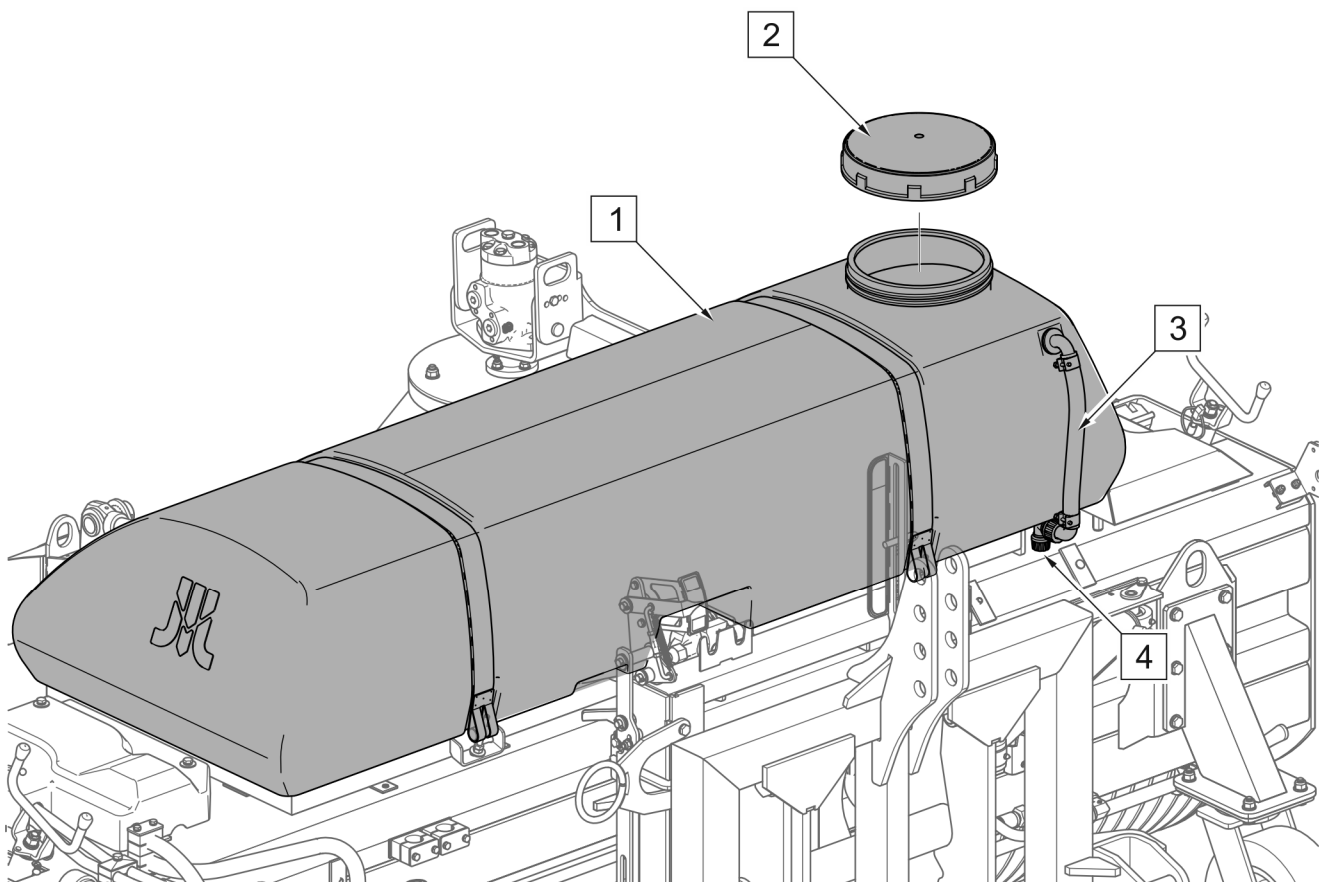
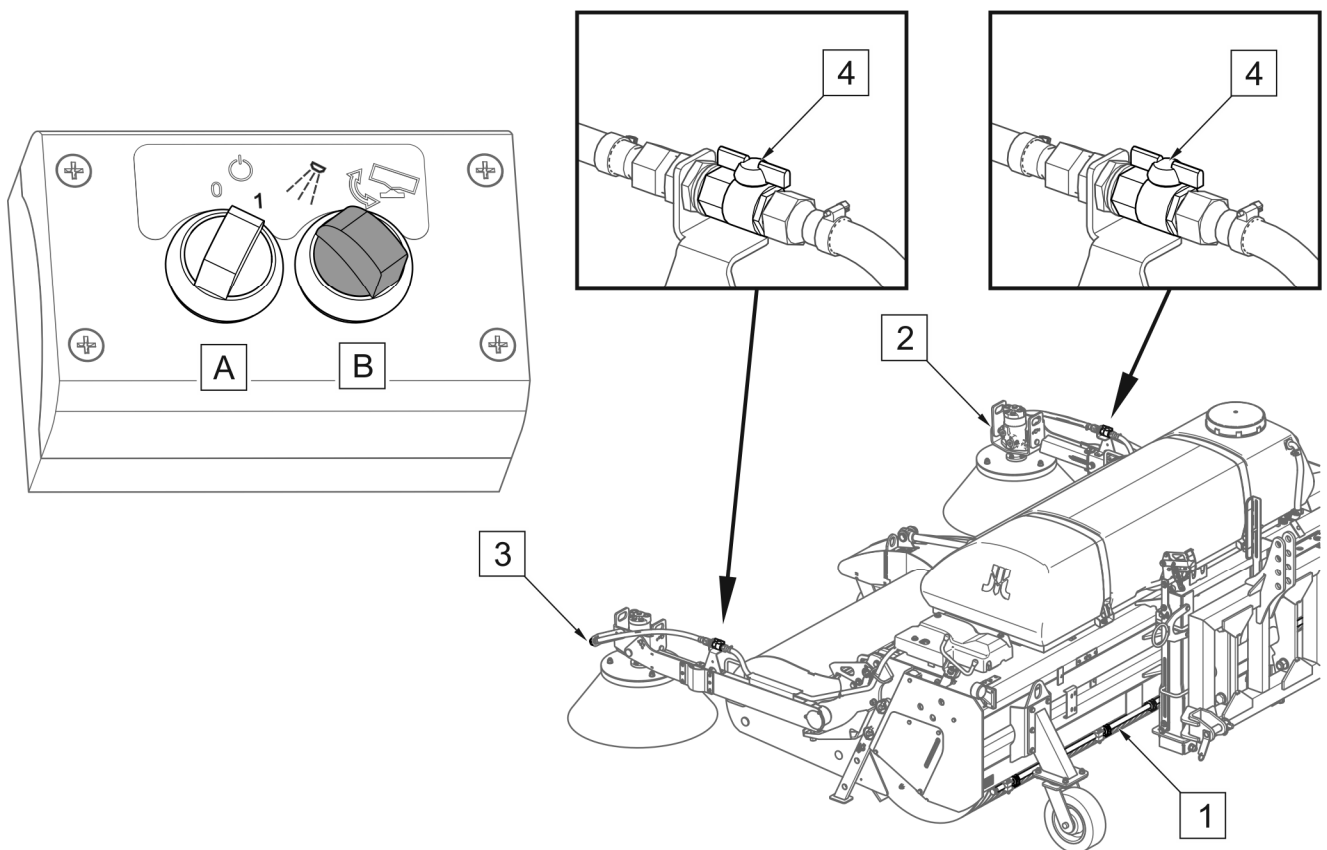

ABBILDUNG 4.11 Wasserbehälter der Sprühvorrichtung
ABBILDUNG 4.12 Steuern der Sprühhvorrichtung
Die Kehrmaschine mit Sprühvorrichtung verfügt über einen Wassertank mit einem Fassungsvermögen von 320 Litern (*oder 200 Litern je nach Ausführung*). Der Tank (1) wird durch eine Einfüllöffnung, die durch einen Stopfen (2) mit Entlüftung (ABBILDUNG 4.11) gesichert ist, mit Wasser gefüllt. Eine Anzeige (3) dient zur Überprüfung des Wasserstands (*gilt nicht für den 200-Liter-Tank*). Am Boden des Tanks befindet sich ein Ablassstopfen (4) (*gilt nicht für den 200-Liter-Tank*).
(1) - Wassertank; (2) - Tankstopfen; (3) - Wasserstandsanzeige; (4) - Ablassstopfen.
Um die Sprühhvorrichtung der Kehrmaschine (ABBILDUNG 4.12) einzuschalten, am Bedienfeld den Schalter (B) bis zum Anschlag nach links drehen. Damit die Sprühhvorrichtung in Betrieb genommen werden kann, muss der Hauptschalter (A) auf Position „1“ (ein) stehen.
Wenn Temperaturen unter dem Gefrierpunkt zu erwarten sind, muss das Wasser mit dem Ablasstopfen (4) aus der Sprühhvorrichtung abgelassen werden (ABBILDUNG 4.11).. Die Wasserpumpe mit Druckluft ausblasen.
Mit den Ventilen (4) können die Sprühdüsen (2) und (3) an den Seitenbürsten abgeschaltet werden (ABBILDUNG 4.12).
- Den Splint (1) für die Sicherung des Stellrads (2) der Sperrklinke von Loch (I) in Loch (II) stecken.
- Das Stellrad der Sperre (2) abdrehen, bis sich die Sperrklinke (1) bewegen kann.
- Die Seitenbürste von Hand anheben, bis die Sperrklinke (1) mit dem Bürstenarm einrastet.
- Das Stellrad (2) der Sperrklinke festziehen und den Splint (1) in das Loch (II) stecken.
- Den Antrieb der Seitenbürste trennen (ABBILDUNG 4.11) und das Ventil der Sprühdüse der Seitenbürste schließen (ABBILDUNG 4.12)